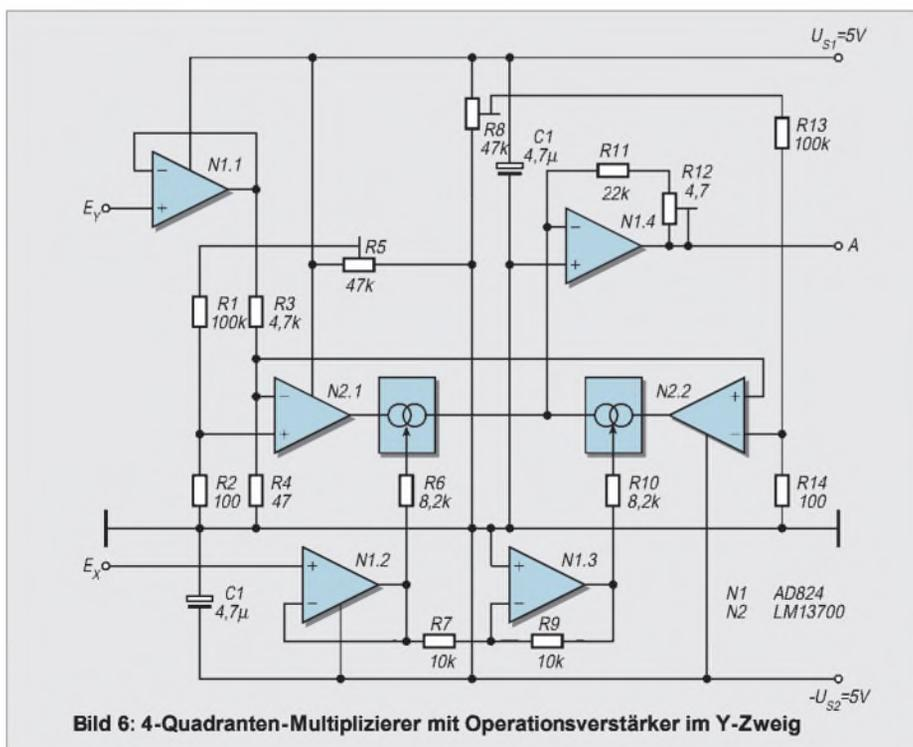

Bild 6: 4-Quadranten-Multiplizierer mit Operationsverstärker im Y-Zweig
Analog der Gleichung (8) gilt für die Ausgangsspannung des Multiplizierers in Bild 6:
Damit folgt die Übertragungskennlinie des im Bild 6 vorgestellten Multiplizierers der leicht zu übersiehenden Beziehung: